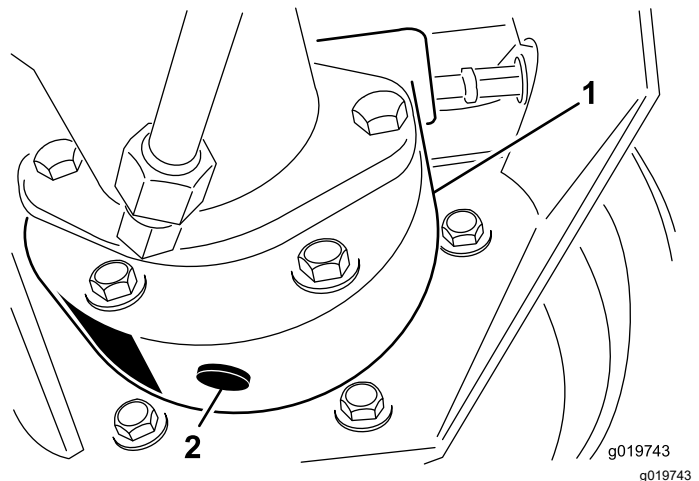

Figura 55
3. Coloque un recipiente debajo del alojamiento del freno, retire el tapón y deje que se drene el aceite (Figura 55).